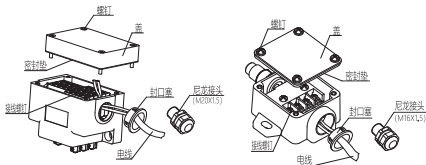
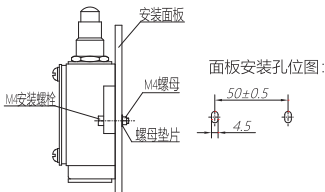
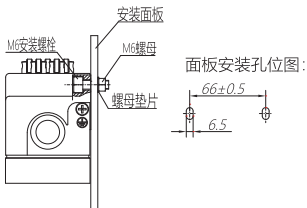

图8 布线示意图
图9 YBLX-JW2/11H安装示意图
图10 YBLX-JW2/11Z/5安装示意图
7.2.1 安装：松开盖螺钉→按图8接线→拧紧盖螺钉(密封垫必须正确装回)→按图9或图10安装。